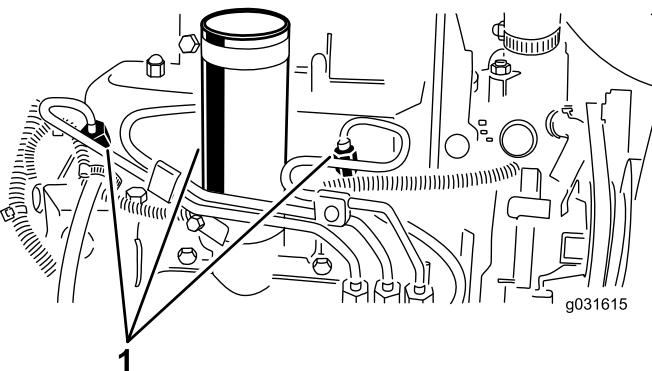

Figura 55
1. Liberte a tubagem que se encontra ligada ao injetor nº 1 e à estrutura de suporte da bomba de injeção (Figura 55).